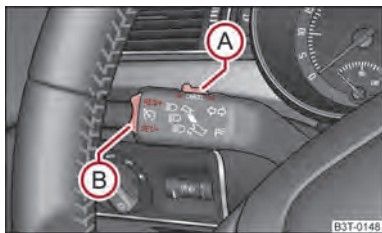

Fig. 125 Palanca de mando: Balancín y conmutador del sistema regulador de la velocidad
El sistema regulador de la velocidad se maneja mediante el conmutador (A) → fig. 125 y el balancín (B) en la palanca izquierda del conmutador multifunción.
- Pulsar el conmutador (A) desplazándolo a la posición **ON**.
- Tras alcanzar la velocidad deseada, presione el balancín (B) a la posición **SET**.
- Puede aumentar la velocidad memorizada, sin accionar el pedal acelerador, presionando el balancín (B) → fig. 125 a la posición **RES**.
La **reanudación** de la velocidad memorizada se efectúa al soltar el pedal de freno o de embrague, en vehículos con cambio automático sólo tras soltar el pedal de freno, y después de presionar brevemente el balancín **(B)** → fig. 125 a la posición RES.
- Pulsar el conmutador **(A)** → fig. 125 desplazándolo a la posición OFF.